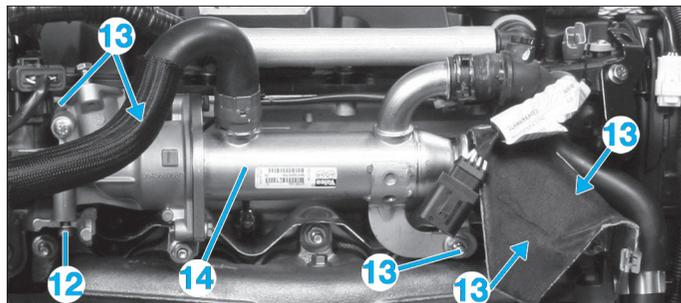

Fig. 47
- Desserrer la vis (12) (Fig.47).
- Déposer les vis et écrous (13).
- Ecarter l'échangeur (14) sans ouvrir le circuit de refroidissement.